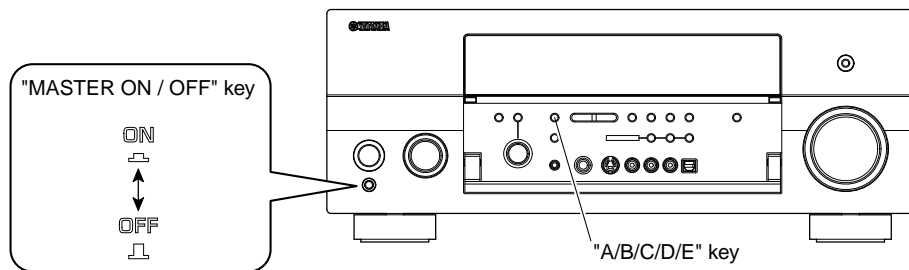

Fig. 13
1. Start up “DSP\_FLASHER\_Vx800\_v1.0.exe” of the PC. (Fig. 13)
1. “DSP\_FLASHER\_Vx800\_v1.0.exe”を起動します。(Fig. 13)
6. Press the "MASTER ON/OFF" key of the main unit to turn it on. (Fig. 13)
6. 本機の"MASTER ON/OFF"キーを押して、ONの状態にします。(Fig. 13)
7. While pressing the "A/B/C/D/E" key of the main unit, connect the power cable of the main unit to the AC outlet. (Fig. 13)
7. 本機の"A/B/C/D/E"キーを押しながら、本機の電源コードをACコンセントに接続します。(Fig. 13)